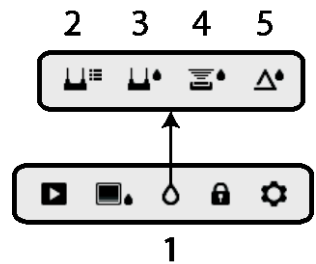

图 5-4 水分模式图标
从主菜单中，选择水分模式图标 (1)。参见图 5-4。然后从下述的四个水分模式选项 (2、3、4 和 5 项) 中进行选择。